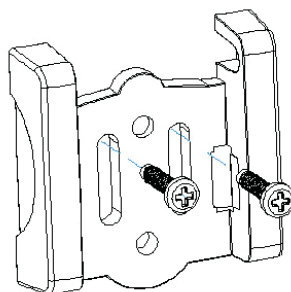

Рисунок 6
- Прислоните штифт-пластину к транцу. Используя герметик, слегка закрепите ее двумя 4x15 болтами (Рисунок 6);